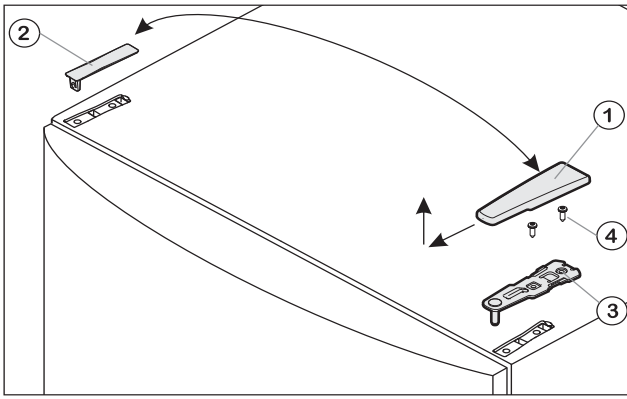

Fig.1
- Estrarre la copertura Fig. 1 (1) tirandola in avanti e verso l'alto.
- Staccare la copertura Fig. 1 (2).
- Svitare il blocco di supporto superiore Fig. 1 (3) (2 x Torx® 25) Fig. 1 (4) ed estrarre tirando verso l'alto.
- Inserire il blocco di supporto superiore Fig. 1 (3) sul nuovo lato della cerniera nella porta.
- Serrare il blocco di supporto superiore fermamente a 4 Nm (2 x Torx® 25) Fig. 1 (4). Eventualmente praticare fori a vite o utilizzare un avvitatore a batteria.
- Innestare la copertura Fig. 1 (1) e la copertura Fig. 1 (2) rispettivamente sul lato opposto dall'esterno e innestare in posizione.